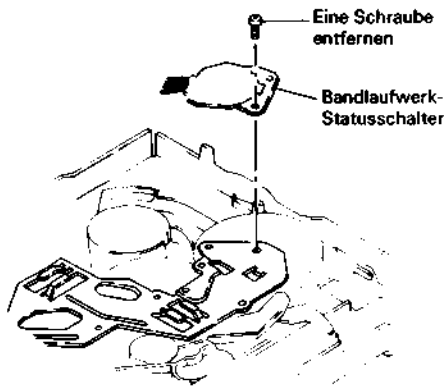

Abb. 2.68 Ausbau des Bandlaufwerk-Statusschalters
4. Eine (1) Befestigungsschraube des Bandlaufwerk-Statusschalters lösen (siehe Abb. 2.68).